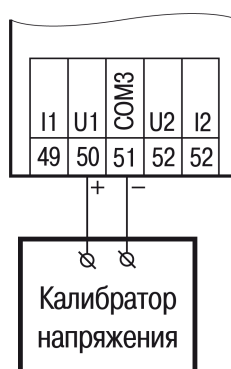

Рисунок 8.2 – Подключение калибратора напряжения
1. Подцепив за рифленую зону (см. рисунок 8.2, стрелка 1), открыть крышку на лицевой панели прибора (стрелка 2).